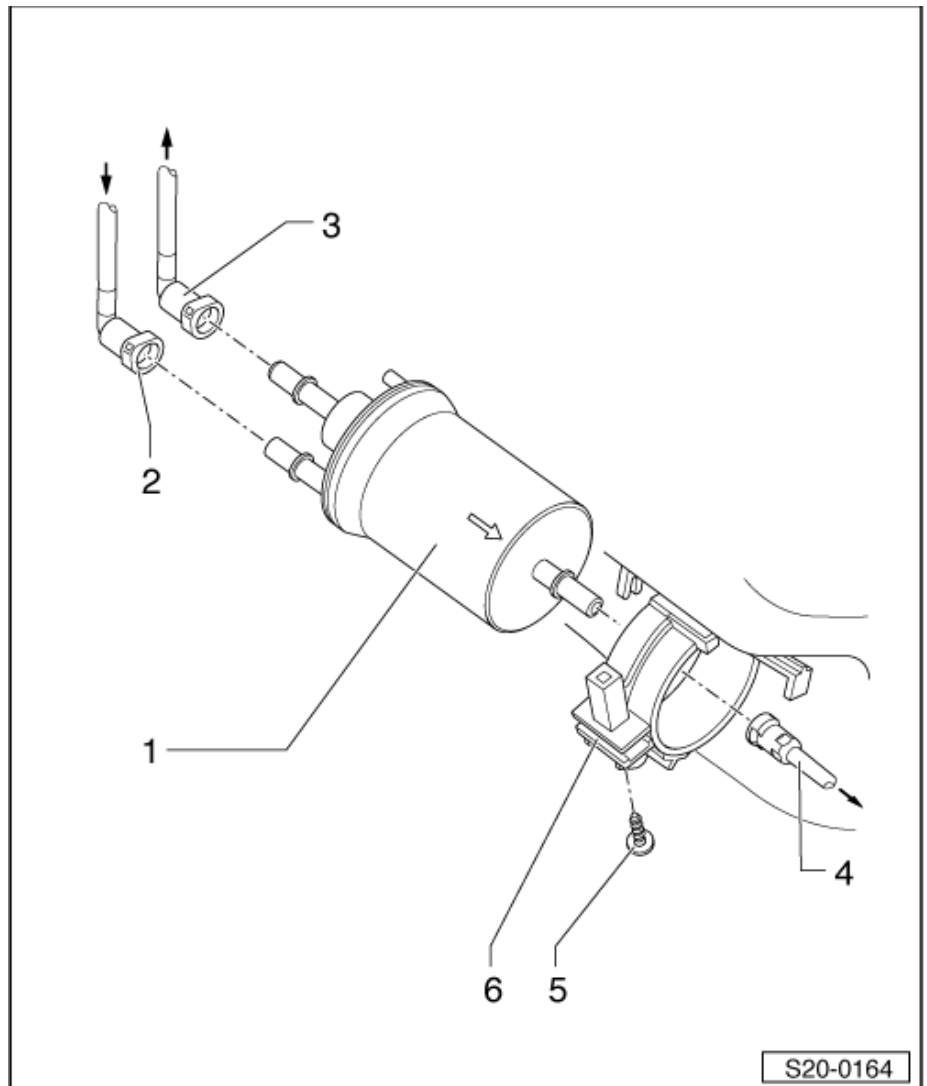

Abb. 2: Einbaulage des Kraftstofffilters
- ☐ Einbaulage ⇒ Abb. 2 in **20-1** Seite 3